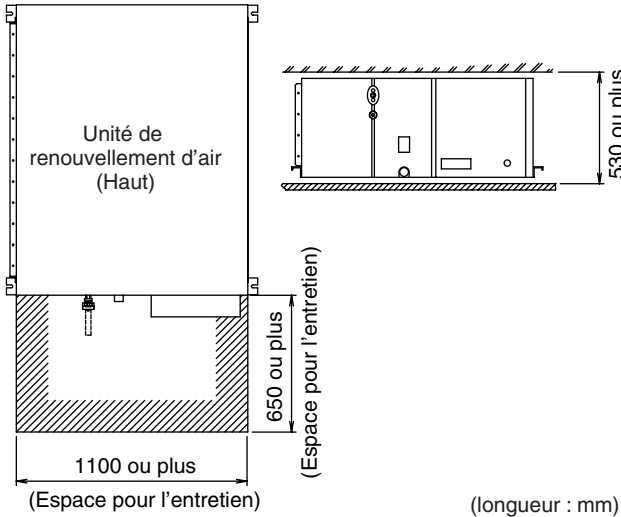

Fig. 1
- (1) Sélectionner un lieu d'installation où les conditions suivantes sont remplies et qui ait l'approbation du client.
- Où un espace suffisant pour l'entretien et les réparations est assuré. (**Reportez-vous à la Fig. 1**)